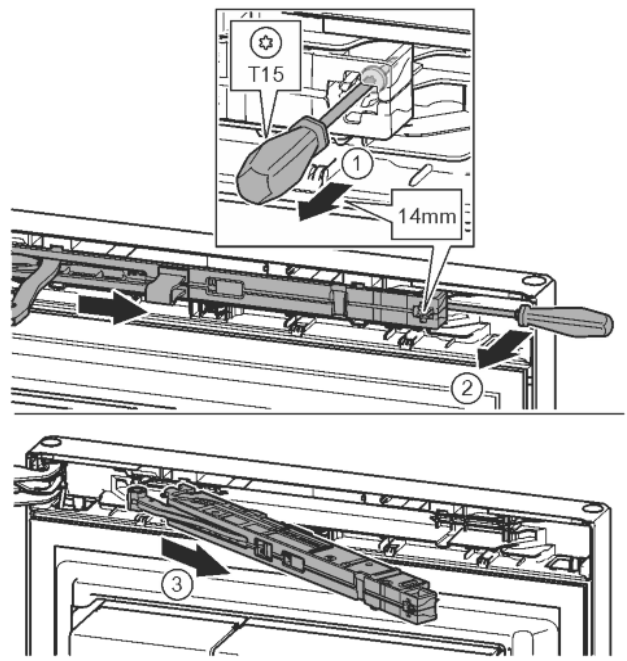

Fig. 13
- ▶ Schraube an Schließdämpfereinheit mit Schraubendreher T15 ca. 14 mm lösen. *Fig. 13 (1)*
- ▶ Mit einem Schraubendreher griffseitig hinter die Schließdämpfereinheit fahren und nach vorne drehen. *Fig. 13 (2)*
- ▶ Schließdämpfereinheit herausziehen. *Fig. 13 (3)*